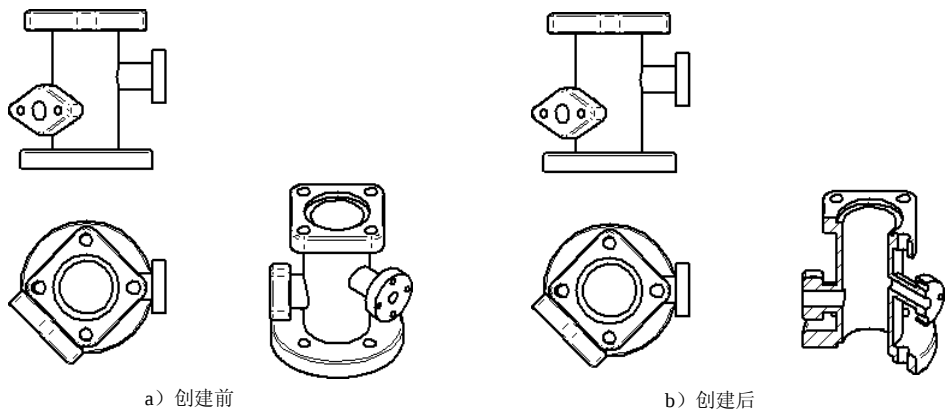

图 4.2.45 创建局部剖视图（轴测视图）
2. 在轴测图中创建局部剖视图（图 4.2.45）
下面以图 4.2.45 为例，说明在轴测图中创建局部剖视图的一般操作方法。